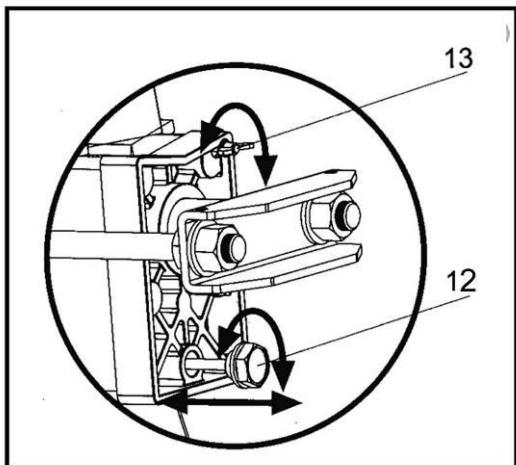

Fig. 4
Przed rozpoczęciem korzystania z łuparki śrubę odpowietrzającą (13), rys. 4 należy poluzować, kilkakrotnie ją obracając do czasu swobodnego przepływu powietrza do i ze zbiornika oleju.